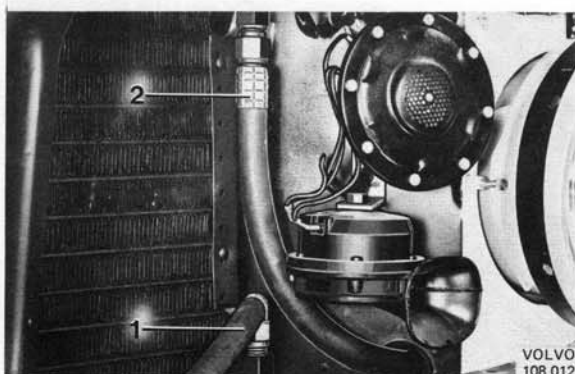

Abb. 69 Kältemittelkondensator, eingebaut (140)
2. Kältemittelkondensator vor dem Fahrzeugkühler anbringen und die Konsolen am Frontblech festschrauben **Hinweis!** Schlauchanschluß mit dem größeren Durchmesser nach oben, siehe Abb. 69.